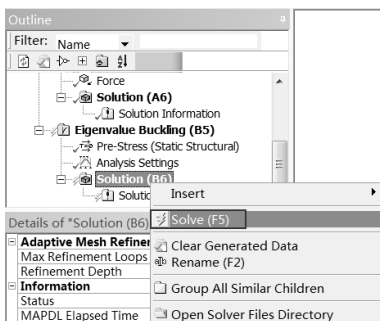
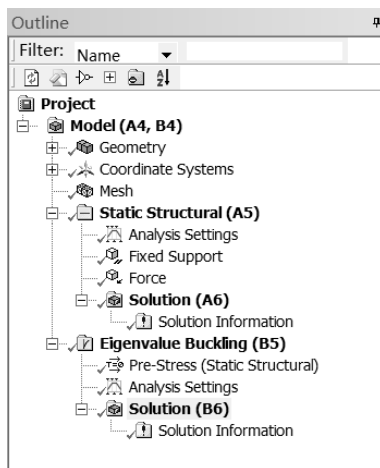

图 14-113 求解
图 14-114 计算完成
Step3 : 在 Outline 栏中 Solution (B6) 选项上右击, 在弹出的快捷菜单中选择 Solve 命令, 如图 14-113 所示。求解时会出现进度栏。当进度栏消失, 同时 Solution (B6) 选项前方出现 ✓ 标识, 说明所有求解已经结束, 如图 14-114 所示。